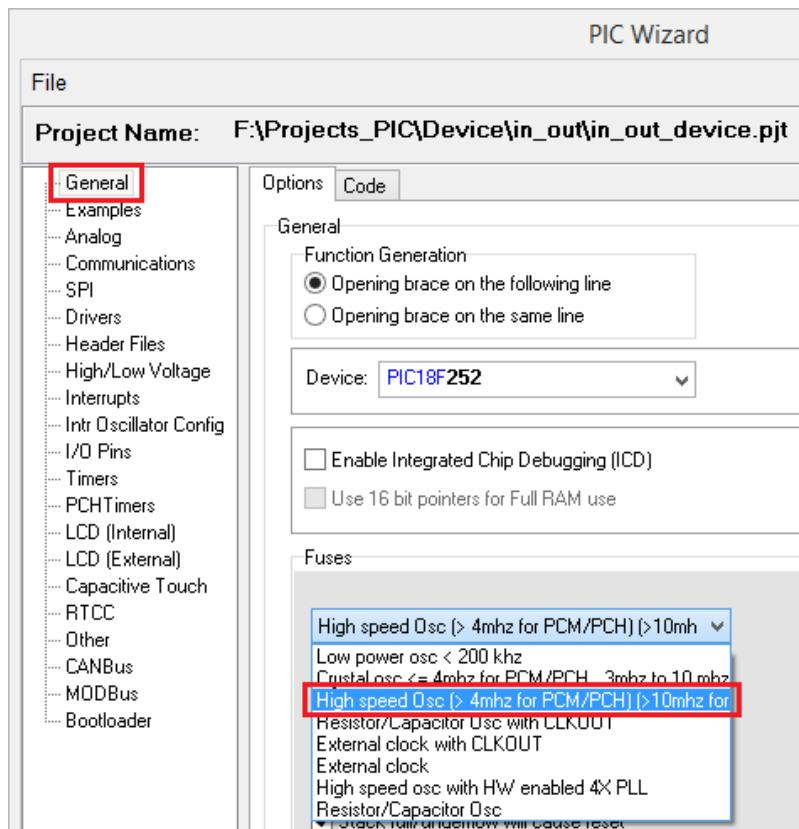

Рисунок 3.1.6 – Процес створення проекту у **IDE PCWH**
5. У розділі **General** > **Fuses** вибрать тип генератора **High speed Osc (> 4mhz for PCM/PCH) (>10mhz for PCD)** (рис. 3.1.6):